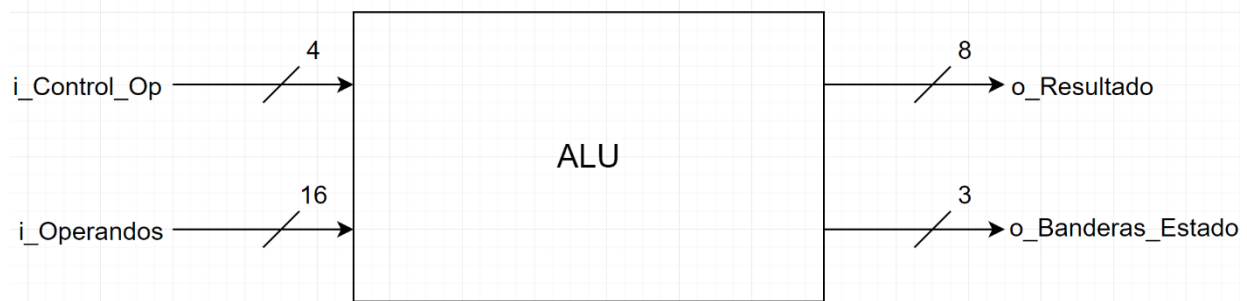

Figura 6 Bloque ALU
**ALU.** En la Figura 6 se muestra el bloque ALU. En las tablas se muestra la descripción de las entradas y salidas.